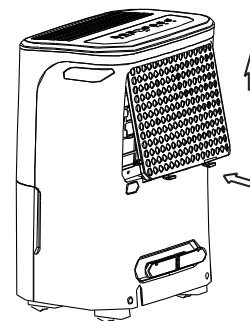

Fig. 10
- Plaats de luchtfilter in het apparaat van onder naar boven. Zie Fig.10.